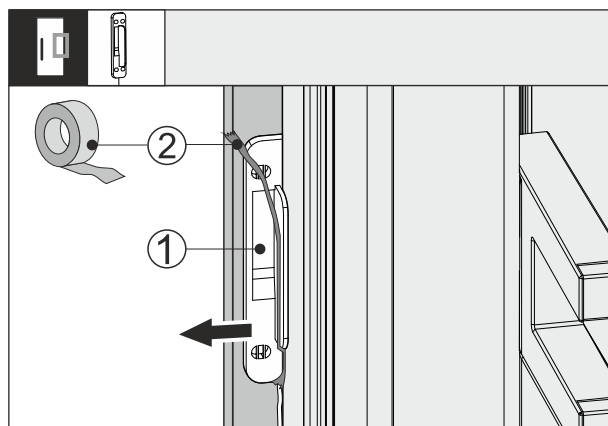

Fig. 64
- ▶ Vabastage kleplint Fig. 64 (2) koputussensorilt Fig. 64 (1).